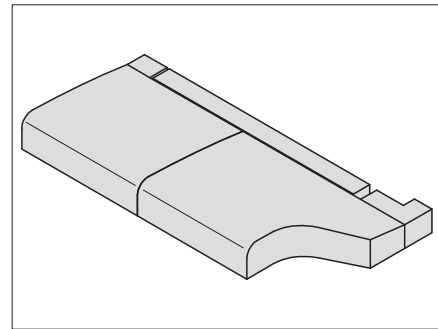
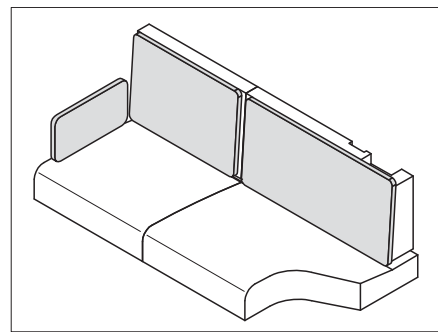

Fig. 185 Posicionar los apoyos del asiento
Fig. 187 Cojines para los apoyos del respaldo
- Colocar el cojín del asiento, el cojín del respaldo y los cojines adicionales como se muestra en Fig. 185 hasta Fig. 187.